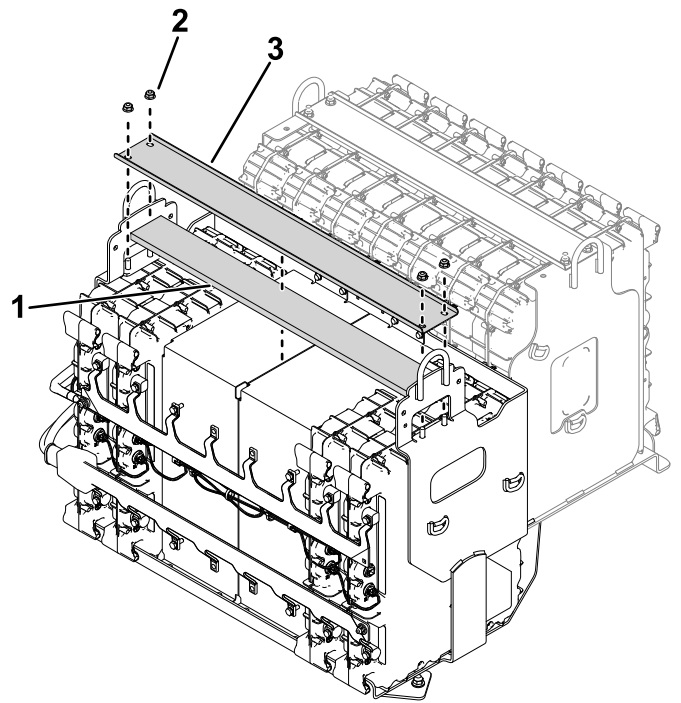

Figura 1
1. Remova o canal de fixação e a espuma almofadada do compartimento da bateria que contém 4 baterias (Figura 1).
7. Instale o suporte de fixação e a espuma almofadada; consulte a Figura 1.